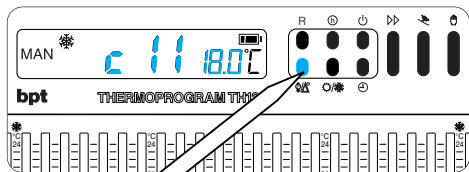

Fig. 36
**11.1** - Premere il pulsante **⌂/Δ** (fig. 36).